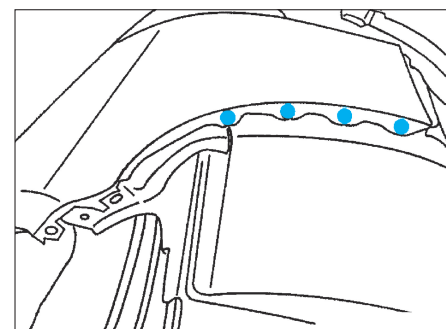

FIG. 124
- par points bouchons au MIG suivant (B) et meuler,
- par points bouchons au MIG et meuler (Fig.124).